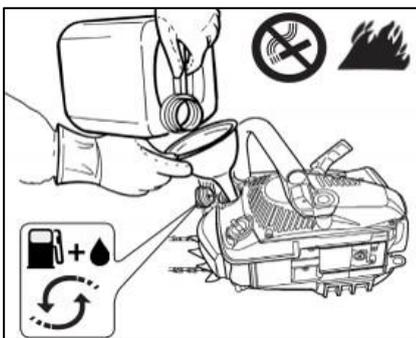
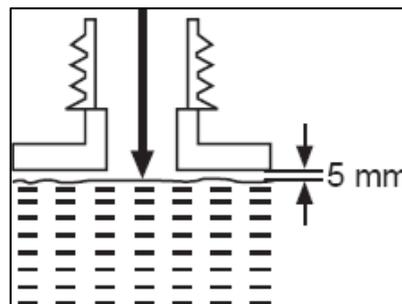

Fig.16
Fig. 17
- 4) Versez correctement le carburant mélangé dans le réservoir à carburant (Fig.16). Ne remplissez pas trop et laissez environ 5 mm d'espace entre la hauteur de carburant et le bord intérieur du réservoir afin de permettre l'expansion. (Fig.17)